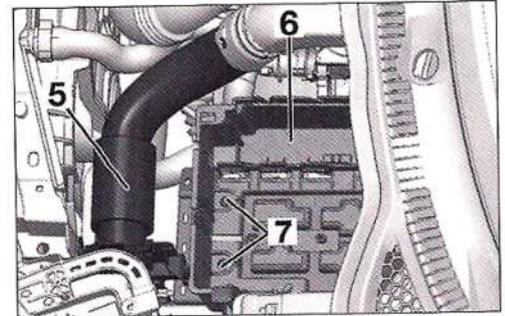
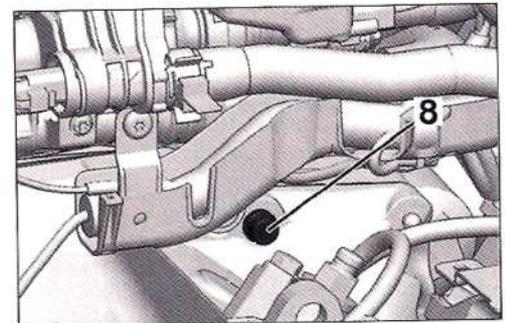

FIG. 6
FIG. 7
- Separar el calculador de inyección (1).
- Desengrapar la conexión (5) (Fig.6).
- Desmontar los 2 tornillos (7) y la caja de batería (6).
- Desmontar el tornillo (8) (Fig.7).